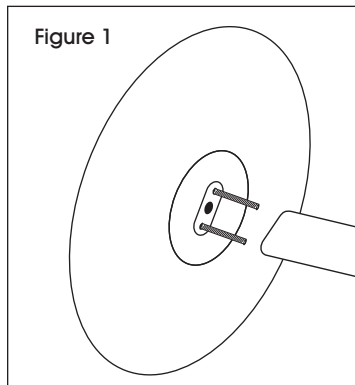

Figure 1
1. Insert two screws through the bottom of the round base. Align curved pole on top of the two screws. (See Figure 1)
1. Insérez les deux vis à travers le dessous de la base ronde. Installez ensuite le poteau courbé sur les deux vis. (Voir Figure 1)